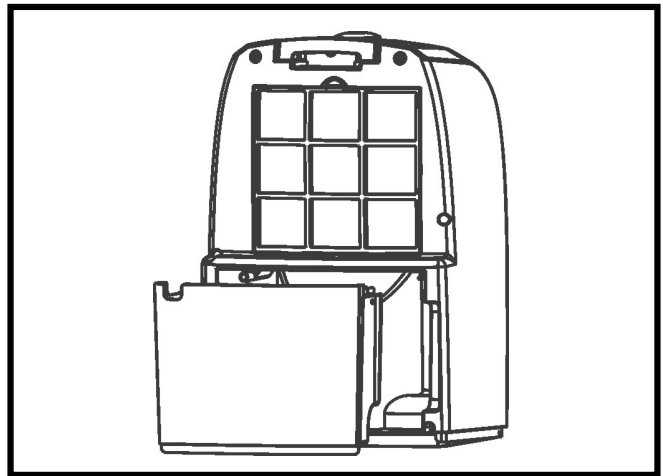

Fig. 4
1. Vyjměte vodní nádržku (FIG. 4).